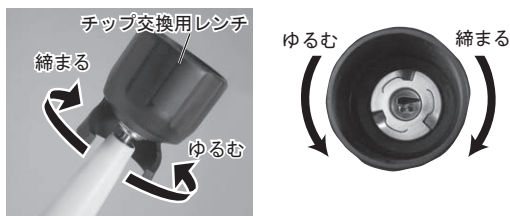

図14
- 2) チップの上からチップ交換用レンチの穴を通し、チップの四角になっている部分を合わせて挿し込みます。次にチップ交換用レンチを締め付け「カチッ、カチッ」と空まわりするまで締め付けます。(図 14) その際はハンドピースを持ち、ハンドピースコードがねじれないようにしてください。
チップを取り外す際は、図 14 のゆるむ方向へ回しゆるめます。